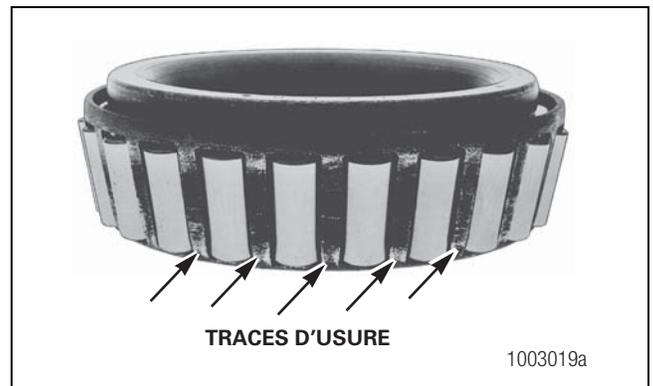

Figure 4.4
- Des traces d'usure brillantes apparaissent sur la surface externe de la cage des rouleaux. Figure 4.4.